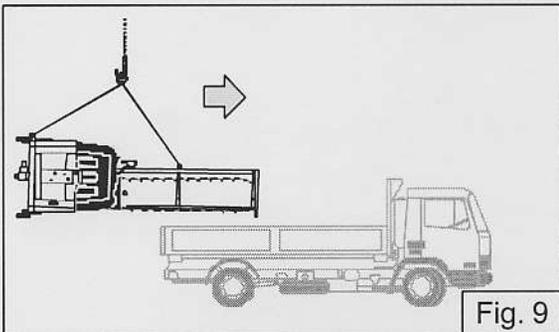

Fig. 9
- Enganchar la grúa a los cables posicionados con anterioridad y levantar de forma gradual el lavador. (Fig.9). Tensar lentamente los cables, detener las operaciones y controlar que estén correctamente enganchedos.
Enganchar a la máquina los cables de elevación, en los puntos previstos como indica la Fig. 9, formando un triángulo.